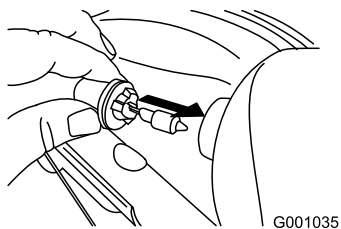

Figure 64
4. Introduisez une ampoule neuve dans le phare par l'arrière (Figure 64).